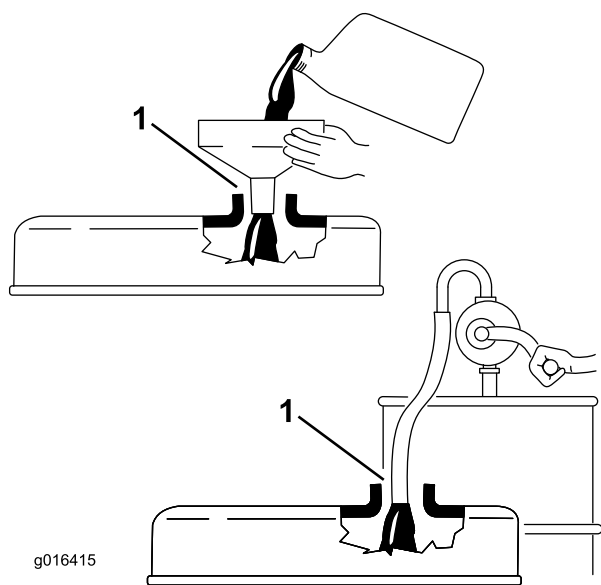

Figura 22
**Importante:** Assicuratevi che l'asta di livello non sia inserita nel relativo tubo mentre versate l'olio nel motore. In caso di aggiunta o rifornimento di olio, vi *deve essere* gioco tra il dispositivo e il foro di riempimento dell'olio nel coperchio della valvola, come mostrato in Figura 22. Il gioco è necessario per consentire l'aerazione durante il riempimento, prevenendo l'eccesso di olio nello sfiatatoio.